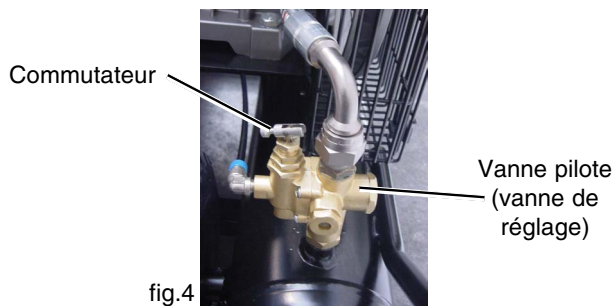

fig.4
- B) Lorsque le commutateur est en position verticale, tout l'air sort du compresseur par le silencieux d'évacuation (fig.4). Ce système offre une fonction de démarrage simple. Pour un fonctionnement normal le commutateur se trouve à 90°.